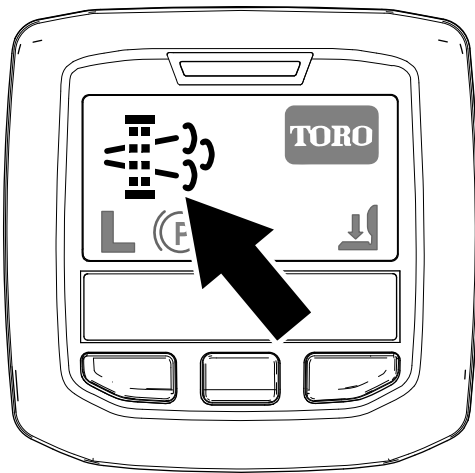

Figura 34
- El icono de regeneración con la máquina aparcada aparece en el InfoCenter (Figura 34).